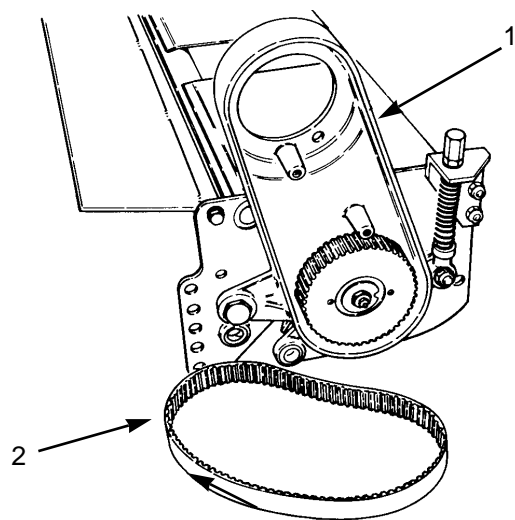

図 30
4. ショルダー・ボルトからコーン・ナットを取り、皿ワッシャとボルトを抜いて、ベアリング・ハウジングをリール・シャフトから抜き取る (図30)。
5. ドライブ・ハウジングからカバーとベルトを取る (図30)。